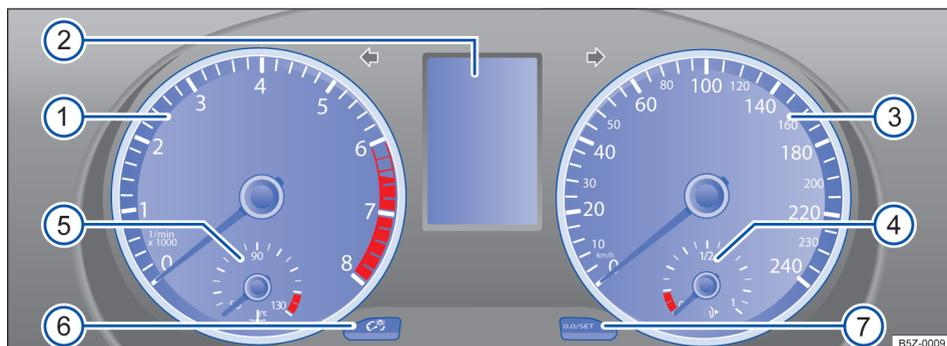

Fig. 11 Instrumento combinado no painel de instrumentos.
Significado dos instrumentos → Fig. 11:
- ⑤ **Indicador de temperatura do líquido de arrefecimento do motor** → Página 24.
- ⑥ **Botão para regulagem da iluminação do painel de instrumentos** → Página 78.
- ⑦ **Botão de ajuste do relógio** ou para trocar entre o indicador da temperatura externa e o relógio **[0.0/SET]**.
- Com a ignição ligada, para ajustar o relógio, se necessário, alterar para o indicador do relógio, pressionar a chave → Fig. 17 ② para cima ou para baixo ou pressionar o botão de ajuste → Fig. 11 ⑦.
- ⑦ **Botão para reinicializar o indicador do intervalo de serviço** → Página 25